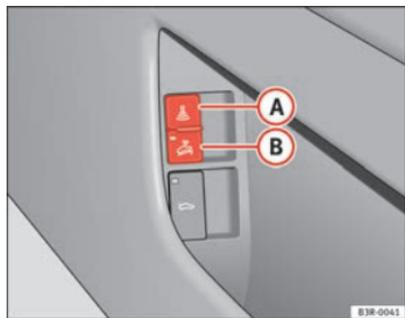

Fig. 78 Commande de protection volumétrique
- Ouvrez la portière et tirez sur la touche **A** portant le symbole  et située à côté du vide-poches dans la portière du conducteur ⇒ fig. 78.
- Ouvrez la porte et tirez sur la touche **B** portant le symbole  et située à côté du vide-poches dans la portière du conducteur ⇒ fig. 78.